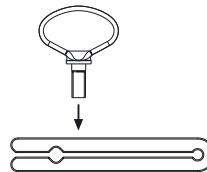

Fig. 18
- Montage de l'auxiliaire d'extraction, voir Fig. 18.